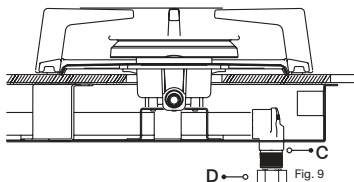

Fig. 9
1. Ensamble y ajuste el racor (D) al racor (C) por el extremo roscado 3/8 NPT Fig. 9.